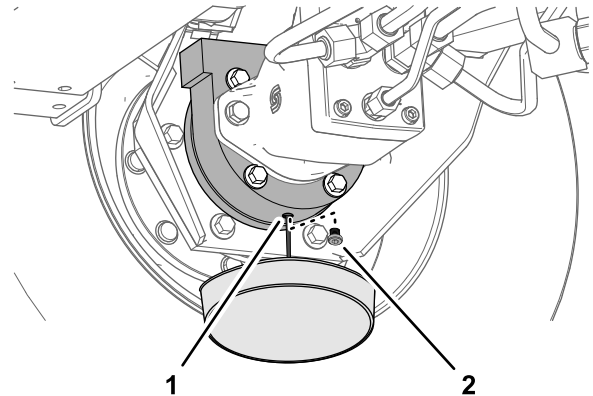

Figure 63
6. Placez un bac de vidange sous le carter de frein et enlevez le bouchon de vidange pour permettre la vidange complète de l'huile (Figure 63).